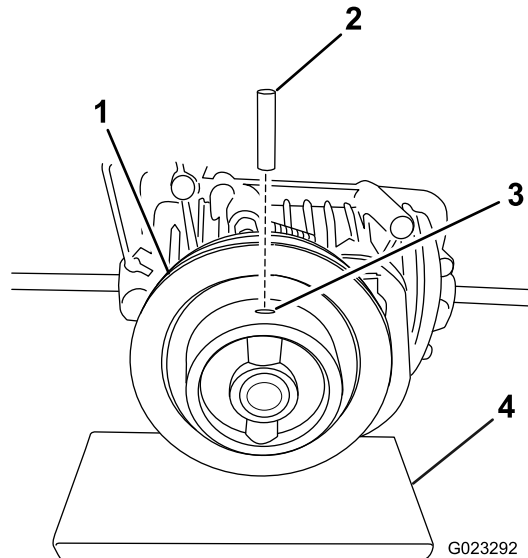

Рисунок 1
4. Введите стопорящий герметик Loctite® 454 для резьбы (или эквивалентный) в один из концов отверстия шкива (Рисунок 1).
Примечание: Удерживайте шкив, когда будете вставлять штифт, чтобы не допустить приложения излишних усилий на входной вал (Рисунок 1).